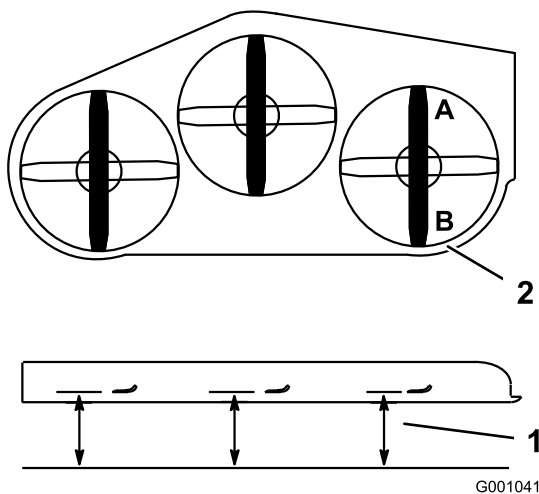

Figure 87
2. Tournez 1 lame dans le sens longitudinal. Mesurez la distance aux points **A** et **B** entre une surface plane et le bord coupant des pointes des lames (Figure 87).